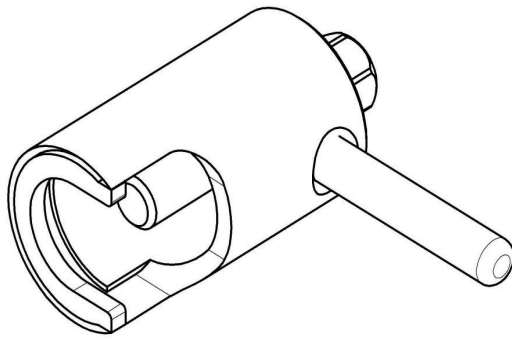

Рис. 13. Съемник крыльчатки.
- снять крыльчатку при помощи специального съемника (см. рис. 13);